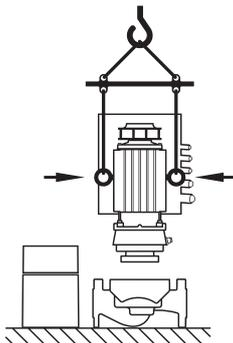

Fig. 9: Trasporto del motore
- Se necessario, ad es. in caso di riparazioni, gli occhioni di trasporto possono essere spostati dalla flangia al corpo del motore (vedi ad es. Fig. 9). Prima di montare gli occhioni di trasporto sul corpo del motore, svitare e rimuovere i distanziatori dalle aperture per gli occhioni (Fig. 7, pos. 20b) (vedi capitolo 10.2.1 "Sostituzione della tenuta meccanica" a pagina 120).
- Se gli occhioni di trasporto vengono spostati o sono stati spostati dalla flangia motore e montati sul corpo del motore, è ammesso utilizzarli solo per sollevare e trasportare il set di innesto (Fig. 9), ma non per il trasporto dell'intera pompa né per separare il set di innesto dal corpo pompa.